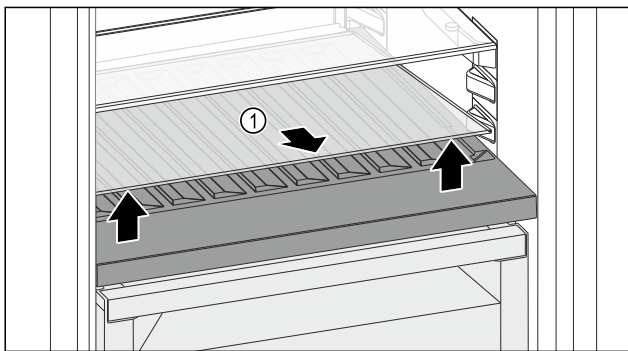

Fig. 151
- ▶ Приподнимите стеклянную пластину *Fig. 151 (1)* за выемку спереди и извлеките.
- ▶ Уложите стеклянную пластину *Fig. 151 (1)* на хранение вне устройства.
- ▶ Установите стеклянную пластину (2) под сменной полкой для хранения бутылок.